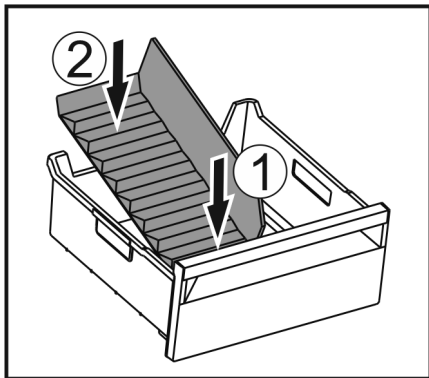

Fig. 174
- Vložte přední část přepážky přihrádky na led. Fig. 174 (1)
- Zadní část přepážky přihrádky na led spusťte až na dno zásuvky. Fig. 174 (2)